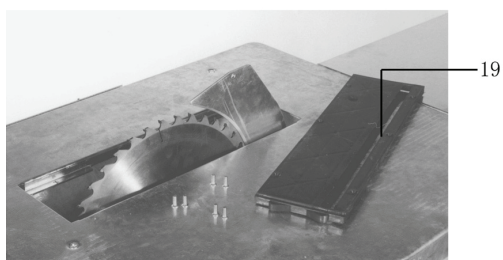

Fig. 25
- Allentare le viti e smontare la parte 19 (vedi fig. 25).